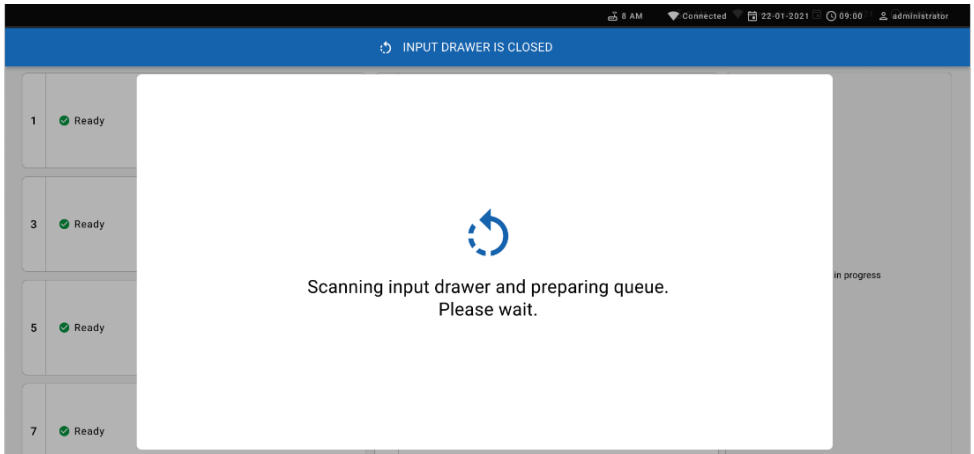

Figura 61. Tela Preparing queue (Preparando fila).
13. Feche a gaveta de entrada quando tiver efetuado a leitura e inserido todos os cartuchos. O sistema verificará os cartuchos e preparará uma fila (Figura 61).